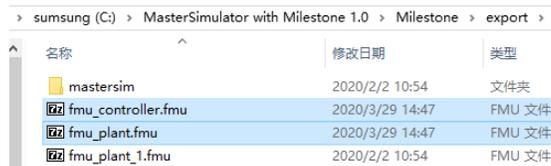

图 3.7: 查看导出的 FMU
- 在工具包的 export 目录中，查看生成的 FMU 文件，如图 3.7。